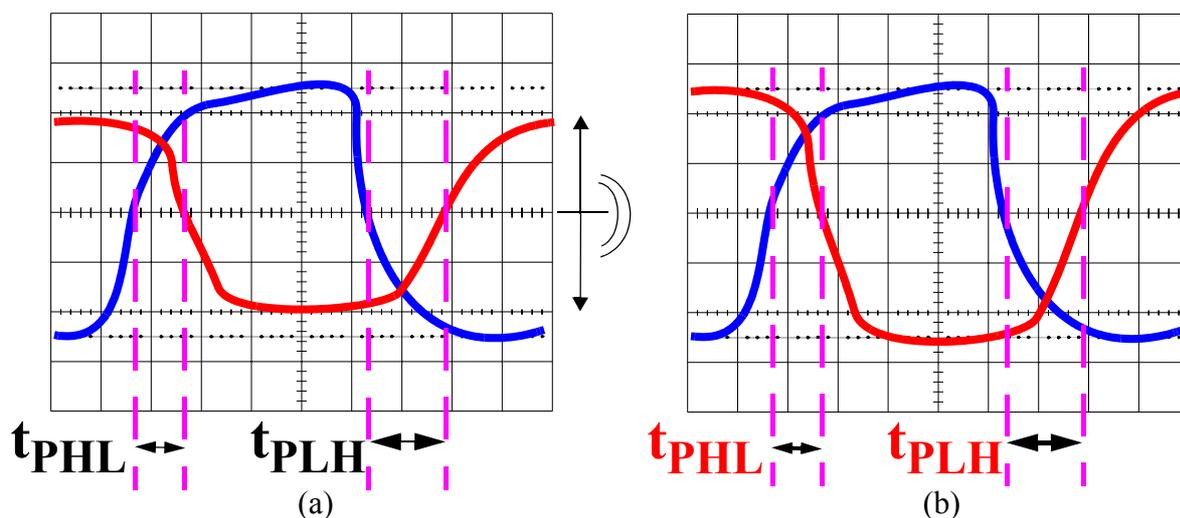

Figura 20: Medida del tiempo de propagación en el osciloscopio
- 2/ Desplazar las señales para que sus valores H y L sean simétricos respecto al eje central de la pantalla. Así, ese eje central señala el paso del 50% de la señal (ver Figura 20.a; las señales no se ven cuadradas por la escala de tiempo, ver punto 3). Estrictamente habría que situar cada señal para que oscilara entre las líneas de puntos de la pantalla marcadas como del 0% y del 100% (Figura 20.b), pero la mera observación de la simetría suele dar resultados suficientemente precisos.
- 4/ Medir t_{PLH} y t_{PHL} como los intervalos de tiempo desde el cruce de entrada hasta el de salida (Figura 20)